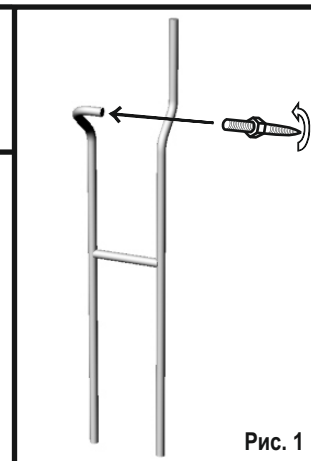

Рис. 1
1. При помощи винтов М6х30 (11) и ключа (12) соедините стойки (1, 2) и переключатель металлическую (7) между собой (см. внешний вид);
2. Получившуюся конструкцию прикрутите к основанию (5) при помощи винтов М6х50 (11) и ключа (12);
3. До упора вкрутите винт-саморез (9) в торец стойки левой (1) стороной на которой нарезана резьба (рис. 1);
4. До упора вкрутите по часовой стрелке переключатель деревянный (6) в стойку левую (1) (см. внешний вид);
5. Вкрутите шпильку (8) в плечики (3), а затем к стойке правой (2) (см. внешний вид);
6. Саморезом (10) прикрутите чашечку (4) к плечикам (3) (см. внешний вид). Закройте саморез наклейкой (13).